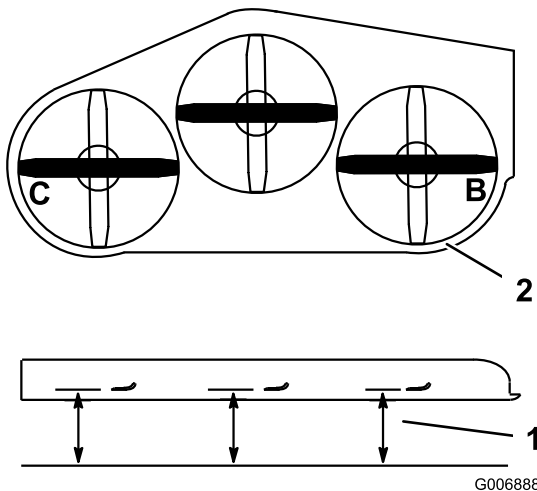

Bild 94
4. Messen Sie von einer ebenen Fläche bis zu den Stellen **B** und **C** an den Schnittkanten der Messerspitzen (**Bild 94**).